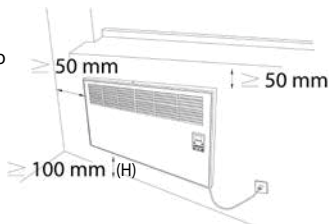

Figura 6. Espaços mínimos necessários para o funcionamento eficiente do dispositivo
2. O cabo de tomada do Convector de Painel Elétrico deve estar posicionado corretamente à tomada para que o cabo não seja forçado. Para este fim, depois de definir lugar certo para o aparelho, os centros de furos apropriados para instalação sejam marcados de acordo com as dimensões da Figura 7. Para este processo, pode usar imagens de FIG 5 como um padrão para os ganchos de suspensão fornecidos. Para a marcação, colocam os ganchos pendentes à parede e marcam os os furos locais intervalos do buraco oval do convector do painel (de preferência) com um lápis de tal modo que é de mínimo 100 mm e máximo 200 mm acima do chão. Para a função eficiente do dispositivo, as dimensões mínimas na parte inferior, superior e lateral devem ser observadas. (Figura 6)